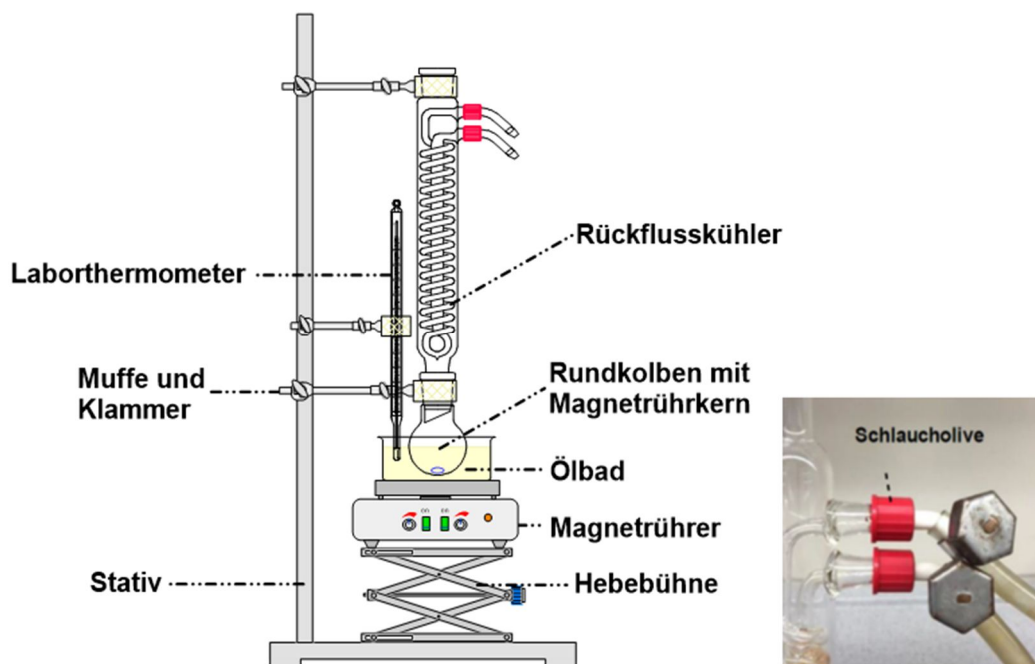

Abbildung 5: Rückflussapparatur
- Ein Rückflusskühler wird aufgesetzt und die Mischung zum Sieden erhitzt (Aufbau siehe Abbildung 5)